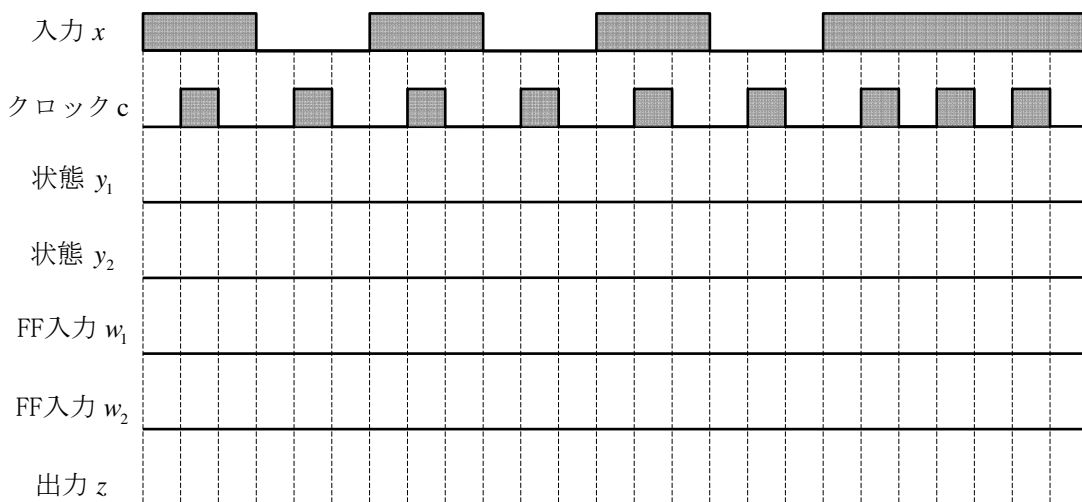

図 8 論理回路のタイムチャート
- 2) 以下，順序回路 1 の(2)～(3)と同様に実験を行う．結果は図 8 に書き込む．但し，状態変数が 4 つに増えたので， y_1 ， y_2 ， w_1 ， w_2 の出力もランプに接続する．